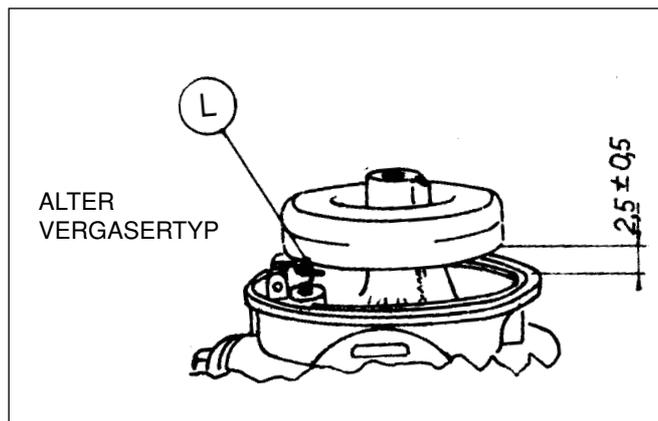

Abb. 16
- Prüfen Sie das Schwimmerniveau wie folgt: Drehen Sie Schwimmer und Vergasergehäuse nach dem Zusammenbau um und prüfen Sie den Abstand zwischen Schwimmer und Vergasergehäuse auf der gegenüberliegenden Seite der Aufhängung. Der Abstand sollte 2,5 mm +/- 0,5 mm (3/32") (Abb. 16) betragen. Falls der Abstand eingestellt werden muß, entfernen Sie die Schwimbernadel und bringen die Lasche (L) am Schwimmerhebel nach unten oder
Bei Vergasern, die mit einem weißen Kunststoffschwimmer ausgerüstet sind, ist der Abstand "L" (Abb. 16) voreingestellt und kann nicht verändert werden. Ist der eingestellte Abstand nicht korrekt, ist der Schwimmer beschädigt und muß ausgetauscht werden.